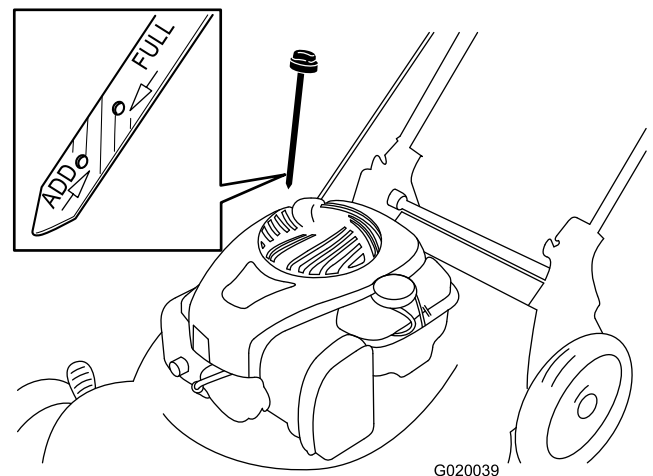

**Figura 16**
2. Ponga la máquina de lado, con el filtro de aire hacia arriba, y retire la varilla para drenar el aceite usado a través del tubo de llenado de aceite (Figura 16).